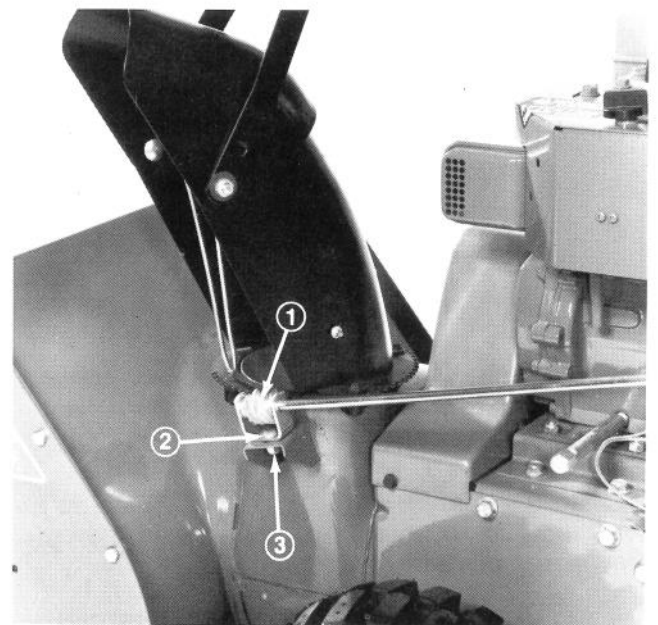

Abb. 11
7. Die Schnecke mit Allzweckfett Nr. 2 schmieren. Dann den Halter mit der Schnecke mittels Schlossschraube, Unterlegscheibe und Konusmutter auf der Winkelkonsole befestigen (Abb. 11). Die Sicherungsmutter aber noch nicht festziehen.
8. Die Schnecke fest in die Verzahnung des Aufnahmekranzes hineindrücken und dann die Sicherungsmutter festziehen (Abb. 11). Auch die Sicherungsmutter